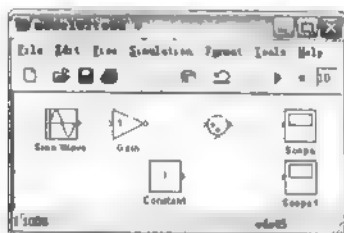
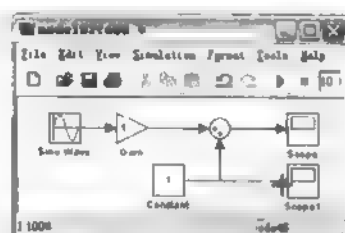

图 2.15 添加模块
图 2.16 绘制连线
(1) 新建模型窗口，保存文件名为 `model102to06.mdl`。向窗口中添加相应的模块，在此不要求实现一个运行的模型，只需任意拖动两个模块到模型窗口中，如图 2.15 所示。
(2) 将鼠标指针移动到模块输出端，鼠标指针呈十字形，然后按住鼠标左键，移动到所要连接的模块输入端，在此依次连接 `Sine Wave`—`Gain`—求和模块—`Scope`，`Constant`—求和模块。
(3) 绘制模块 `Gain` 输入端的连线，将鼠标指针移动到 `Constant`—`Scope` 连线上，按住鼠标右键，并拖动到 `Scope` 输入端，如图 2.16 所示。